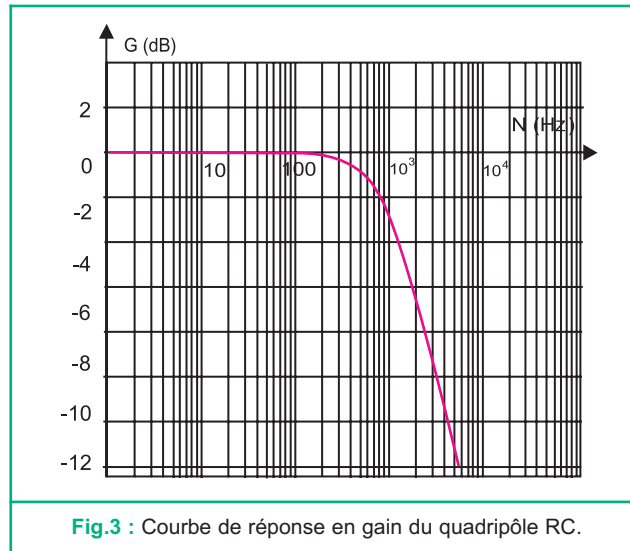

Fig.3 : Courbe de réponse en gain du quadripôle RC.
Par exploitation des résultats de l'étude expérimentale, décrite précédemment, on trace la courbe de réponse en gain  $G(N)$  du filtre RC, donnée par la figure 3.
- 2°) Par exploitation de la courbe de réponse  $G(N)$  de la figure 3 :
En effet, d'après la figure 3 on a le gain  $G$  qui vérifie :  $G \geq G_0 - 3$  dB pour  $N < 1000$  Hz.